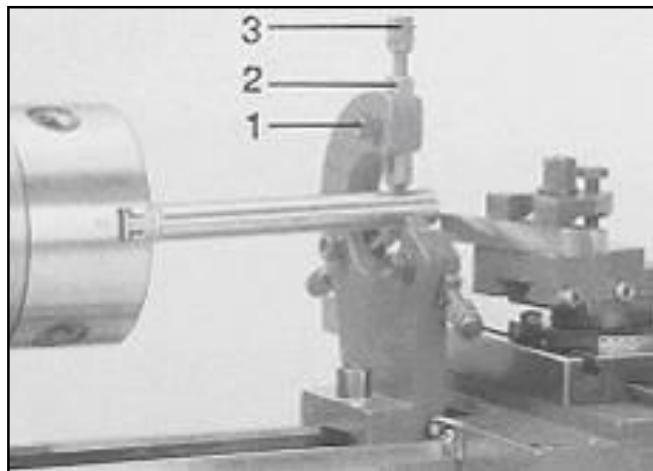

Рис. 21
Поворачивая винты с накатной головкой (3, рис.21) пока все упорные губки (2) не соприкоснутся с заготовкой, не зажимая ее.